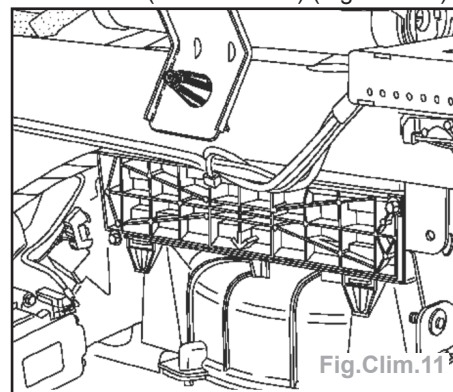

Fig.Clim.11
- Mettre en place une clé plate afin de verrouiller l'agrafe de maintien de l'airbag sur la poutre, ou déposer la vis de fixation (selon version) (Fig.Clim.11).